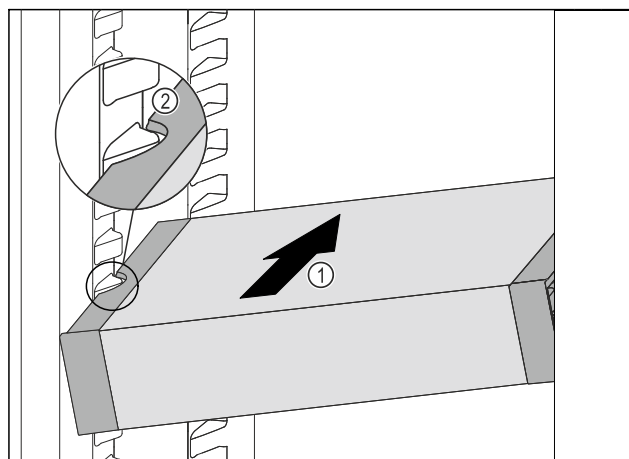

Fig. 136
- Zasuňte VarioSafe do chladničky pod úhlem tak *Fig. 136 (1)*, aby vybrání na bocích *Fig. 136 (2)* VarioSafe byla na úrovni žebrování na nádoby v chladniče.